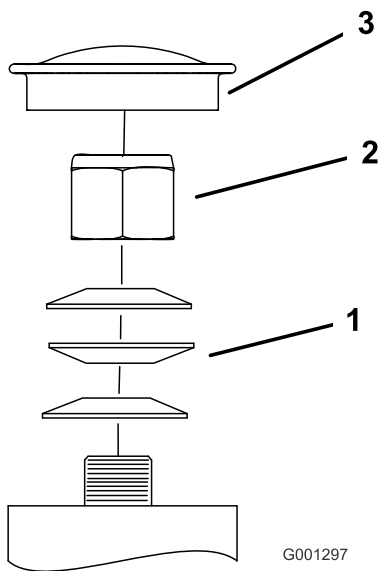

Figure 68
3. Retirez le protège-moyeu de la roue pivotante et serrez le contre-écrou (Figure 68).
4. Continuez de serrer le contre-écrou jusqu'à ce que les rondelles élastiques soient aplaties, puis desserrez-le d'un quart de tour pour obtenir la précharge correcte des roulements (Figure 68).
**Important:** Veillez à placer les rondelles élastiques correctement, comme montré à la Figure 68.
5. Reposez le protège-moyeu (Figure 68).